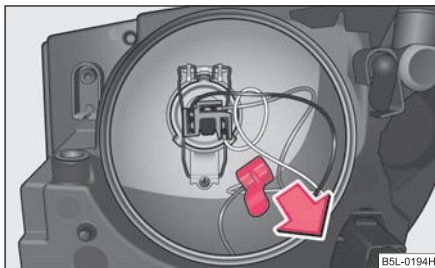

Fig. 239 Desmontaje del portalámparas de la luz de posición
- Quitar el portalámparas en el sentido de la flecha ⇒ fig. 239.